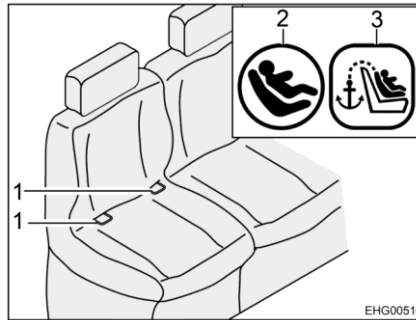
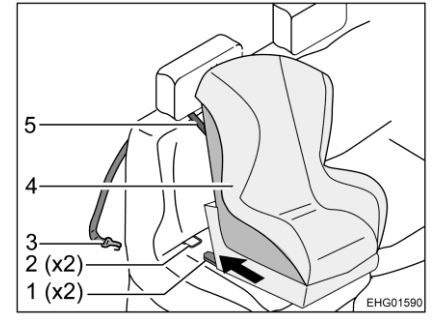

Fig. 15 Siège avec Isofix
Fig. 16 Fixation avec Top-Tether
- Encliqueter les bras d'encliquetage (Fig. 16,1) dans les étriers de fixation (Fig. 15,1 et Fig. 16,2). Un cliquetis clair doit être entendu.
- Vérifier à l'aide d'une forte secousse si le siège pour enfant (Fig. 16,4) est bien installé.
- Faire passer la sangle Top-Tether (Fig. 16,5) entre l'appuie-tête et le coussin de dossier.
- Accrocher le crochet de fixation (Fig. 16,3) au point d'ancrage en face arrière du siège.